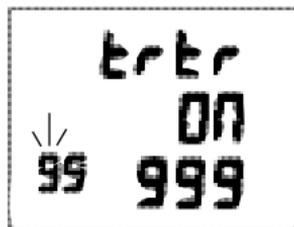

Fig. 37B - Réglage du code de liaison (numéro de série)
- > Si ON est choisi, le premier chiffre (à gauche) du code de liaison clignote (Fig. 37B).